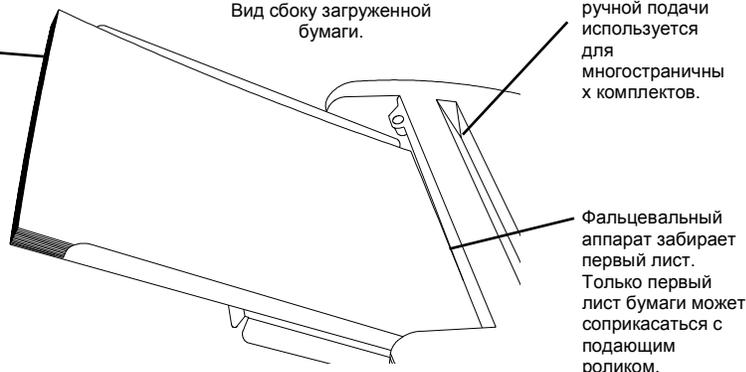

Рис. 13
3. Вложите бумагу в щель для ручной подачи на верхней стороне аппарата (как показано на рис. 13 и 14). Не кладите комплекты из нескольких листов на подающий столик, иначе произойдет затор бумаги.